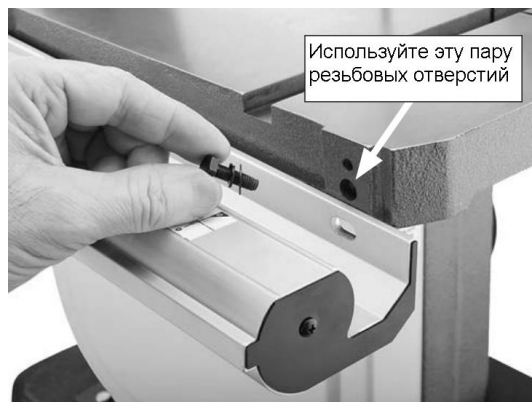

Рисунок 10
2. Прикрепите заднюю направляющую упора к столу с помощью двух черных винтов M6x16 (см. рисунок 10).
Рисунок 10а